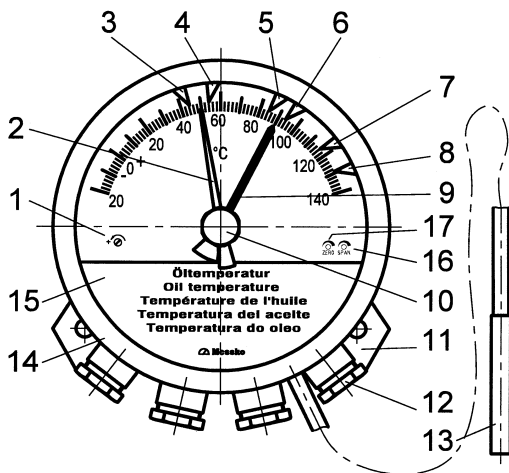

Fig.1
Le thermomètre à aiguille est monté sur une plaque de fixation sur le transformateur (Fig.1, P11). La distance entre les trous de fixation est de 140 mm, le diamètre de trou est de 9 mm. L'emplacement de montage doit être choisi de manière à éviter les vibrations et les oscillations du secteur. La position de montage est verticale.
2.3 Sonde thermique (Fig.1, P13)
2.4 Joint à baïonnette (Fig.1, P14)
Il est indispensable de retirer le joint à baïonnette pour raccorder les câbles électriques, pour le réglage et le contrôle des micro-interrupteurs. A cet effet, celui-ci est tourné à fond dans le sens inverse des aiguilles d'une montre puis soulevé. Respecter le positionnement exact de l'aiguille entraînée (Fig.1, P2) lorsque vous dévissez le joint à baïonnette. Celle-ci doit être positionnée à droite de l'aiguille (Fig.1, P2). Monter de nouveau le joint à baïonnette et tournez-le à fond dans le sens des aiguilles d'une montre.
2.5 Aiguille entraînée (Fig.1, P9)